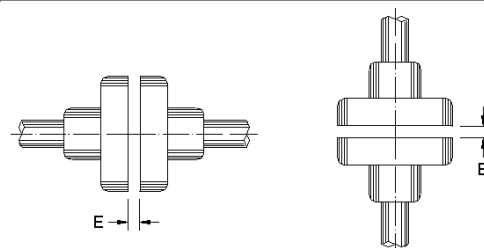

Figura 4.8: do acoplamento (E)
Alinhar cuidadosamente as pontas de eixo e, sempre que possível, usar acoplamento flexível, deixando uma folga (E) mínima de 3 mm entre os acoplamentos, conforme mostrado na Figura 4.8.